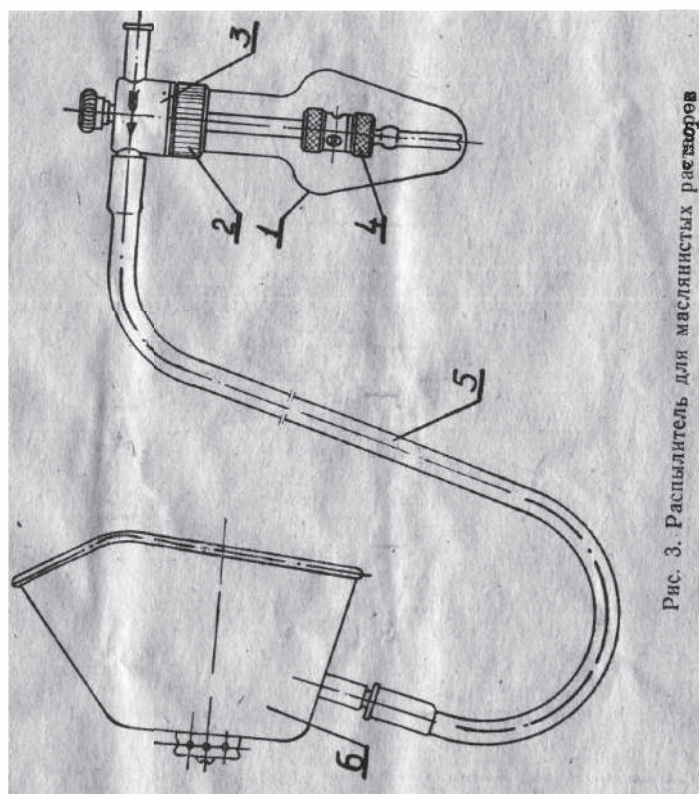

Рис. 3. Распылитель для маслянистых веществ.
3. 3. 2. Распылитель для маслянистых растворов (рис. 3) предназначен для распыления масел: ментолового, персикового, подсолнечного и др. Распылитель дает возможность распылять не менее 1 см³ раствора в течение 10 минут при величине частиц до 10 микрон.
4. 2. Распылитель для маслянистых растворов (рис. 3).